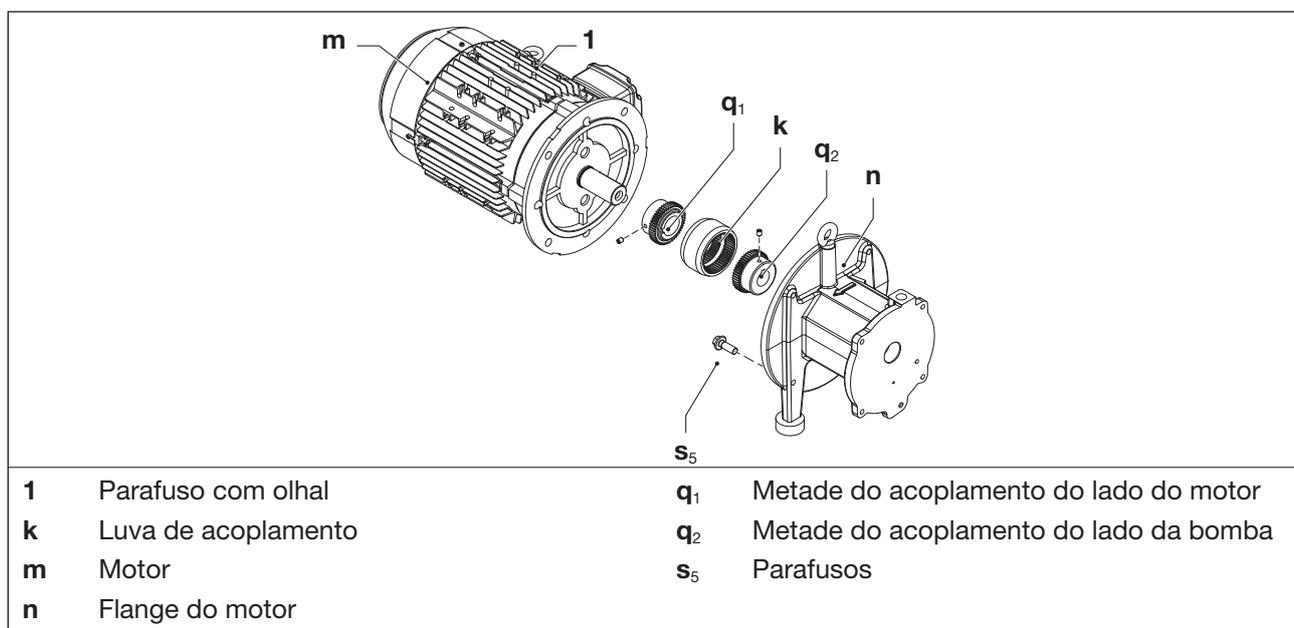

Fig. 10 Acoplamento
A luva de acoplamento (Fig. 10/k) está sujeita a desgaste e deve ser verificada regularmente (pelo menos 1 vez por ano).
- a) Para a verificação do acoplamento, desligar o motor (Fig. 10/m) e proteger contra religamento.
- b) Apertar firmemente o parafuso com olhal no motor (Fig. 10/1).
- d) Soltar os parafusos (Fig. 10/s5) do flange do motor (Fig. 10/n).
- e) Retirar axialmente o motor com metade do acoplamento do lado do motor (Fig. 10/q1) do flange do motor (Fig. 10/n) e suspender usando o equipamento de elevação.
- f) Verificar a luva (Fig. 10/k) quanto a danos e desgaste e, se necessário, substituir.
- g) Deslizar axialmente a luva e o motor, com metade do acoplamento, no lado do motor novamente e, com os parafusos (Fig. 10/s5), fixar no flange do motor (Fig. 10/n). Torque de aperto: 90 Nm